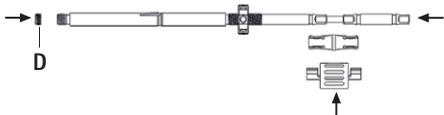

Fig. 11
- ▶ Introduzir a chave de parafusos no tubo interno, proteger com o espaçador e inserir o parafuso de travamento **D**, ver Fig. 11.